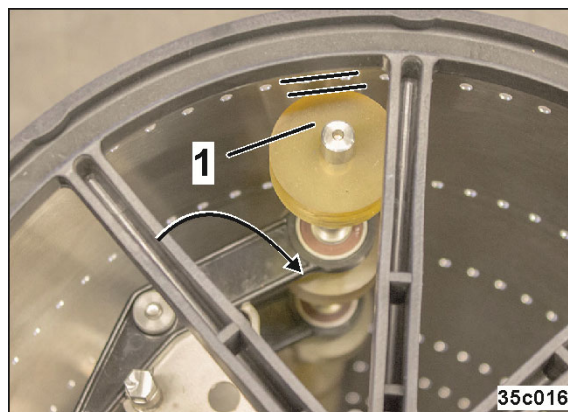

Fig. 287
4. Betjeningshåndtagene (Fig. 284/2) er drejet halvvejs mod drejeakslen, hulbedækningsrullerne har afstand til adskillesestromlen (Fig. 287/1)